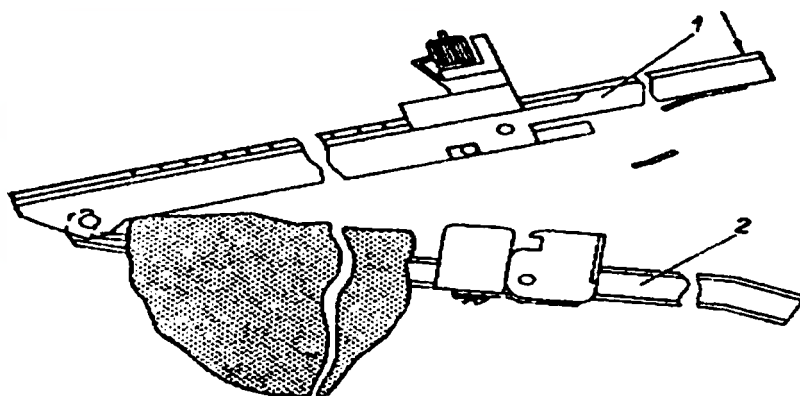
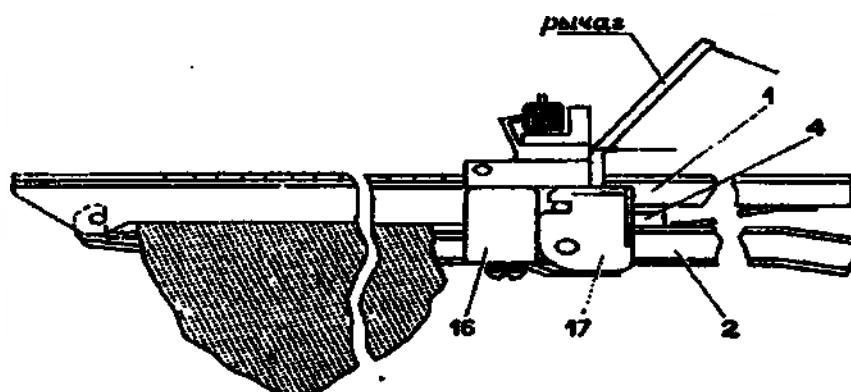

Рисунок 4
Рисунок 5.
под него упорный корпус 2. Поверх органа наложить скобочный корпус 1 и соединить корпуса дистальными концами, затем крюк). упорного корпуса за ось в скобочном корпусе (рис. 4) Затем за рукоятку корпуса 1 и 2 сводят так, чтобы скобочный корпус встал между щечками вилки 16, штифт 15 вошел в отверстие на хвостовике магазина 4, а замок 17 защелкнулся, охватив своими пазами выступающие концы цилиндрического штифта на скобочном корпусе 1 (рис. 5).
5.13. По боковой поверхности ушивателя отсечь скальпелем удаляемую часть ушиваемой ткани или органа (см. рис. 5).